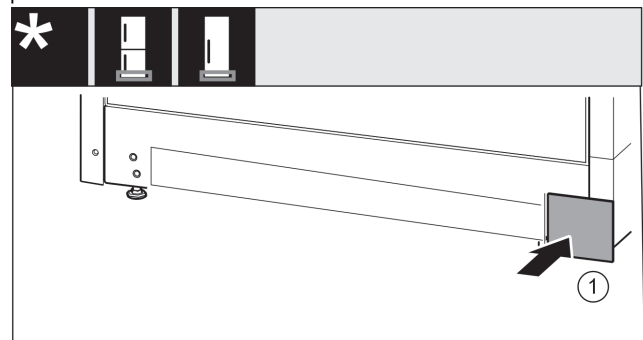

Fig. 25
- Vendosni sërish në vend kapakun mbulues Fig. 25 (1) në anën tjetër.